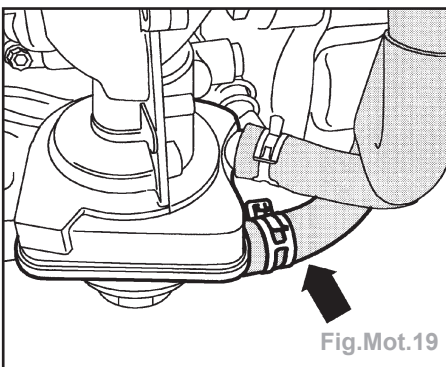

Fig.Mot.19
- Déposer du refroidisseur d'huile la durit avant du liquide de refroidissement (flèche) et laisser le reste du liquide de refroidissement s'écouler (Fig.Mot.19).